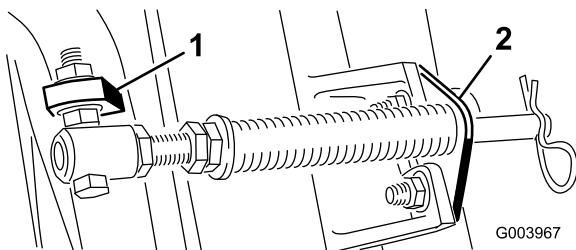

Bild 5
- C. Montieren Sie die Schraube des Federrohrs an der anderen Lasche am Trägerrahmen und befestigen Sie sie mit der Bundmutter. Positionieren Sie den Schraubenkopf zur Außenseite der Nase, wie in Bild 5 dargestellt.
D. Montieren Sie die Stangenhalterung mit den Schlossschrauben und Muttern an den Schneideeinheiten (Bild 5).